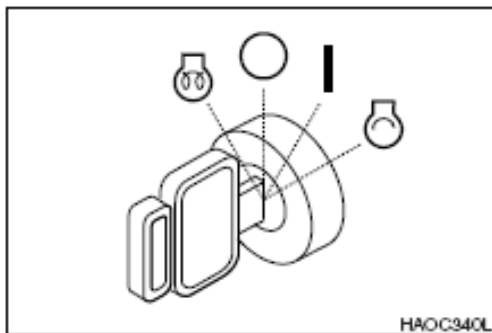

Figura 4
- I. Girando el interruptor a esta posición **Figura 4** se enciende "ON" el sistema eléctrico del motor. El testigo indicador de carga y el testigo indicador de la presión de aceite se activan al mismo tiempo.
- . Al mover el interruptor a esta posición, el motor arranca. Cuando arranque el motor, suelte la llave y permita que vuelva a la posición "I" (ON). No opere el interruptor de arranque durante más de 15 segundos por vez. Ayudará a evitar que se produzcan daños en el arrancador.